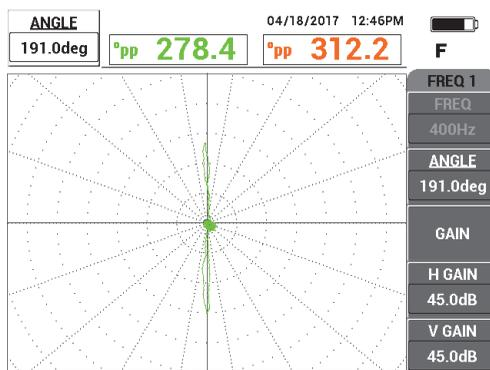

Рис. 5-195 Настройка фазы сигнала
4. Нажмите клавишу ANGLE () , затем поверните сигнал от сквозного отверстия до вертикального положения на экране (см. Рис. 5-195 на стр. 281).